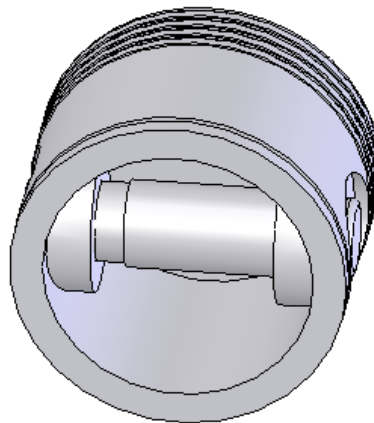

Рис. 7.3.10. Підзбірка «Поршень з пальцем»
6. Збережіть документ. І знову збережіть документ під назвою ПОРШЕНЬ З ПАЛЬЦЕМ СБ. У даній збірці має мітяться тільки поршень, кільця, палець і заглушки. Для цього видаліть із попередньої збірки зайві елементи (рис. 7.3.10).